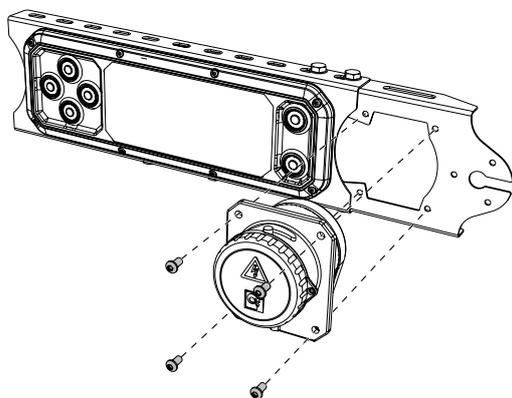
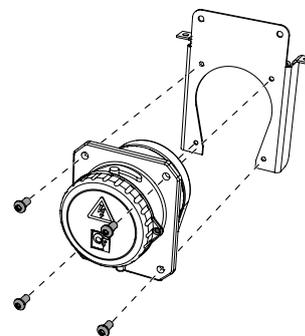

Abb. 74. Montage des Hauptschalters an der Bedieneinrichtung CD 19
Abb. 75. Montage des Hauptschalters an der Universalhalterung
1. Montieren Sie den Hauptschalter an der Halterung neben der Bedieneinrichtung CD 19 bzw. an einer gut geschützten Stelle mit Universalhalterung, siehe Abb. 74 und Abb. 75.